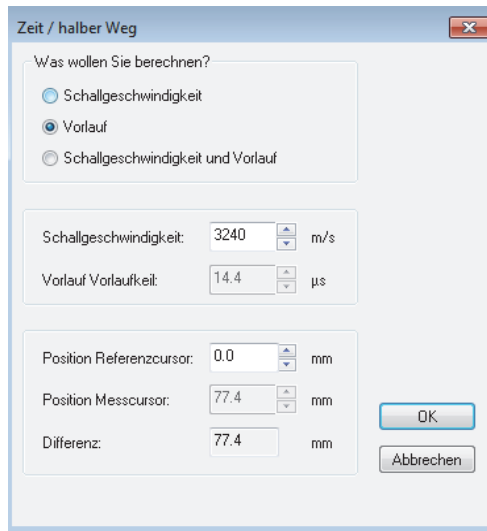

Abbildung 4-26 Justieren im Dialogfeld Zeit / halber Weg
7. Im eingeblendeten Dialogfeld **Zeit / halber Weg** (Abbildung 4-26 auf Seite 127):